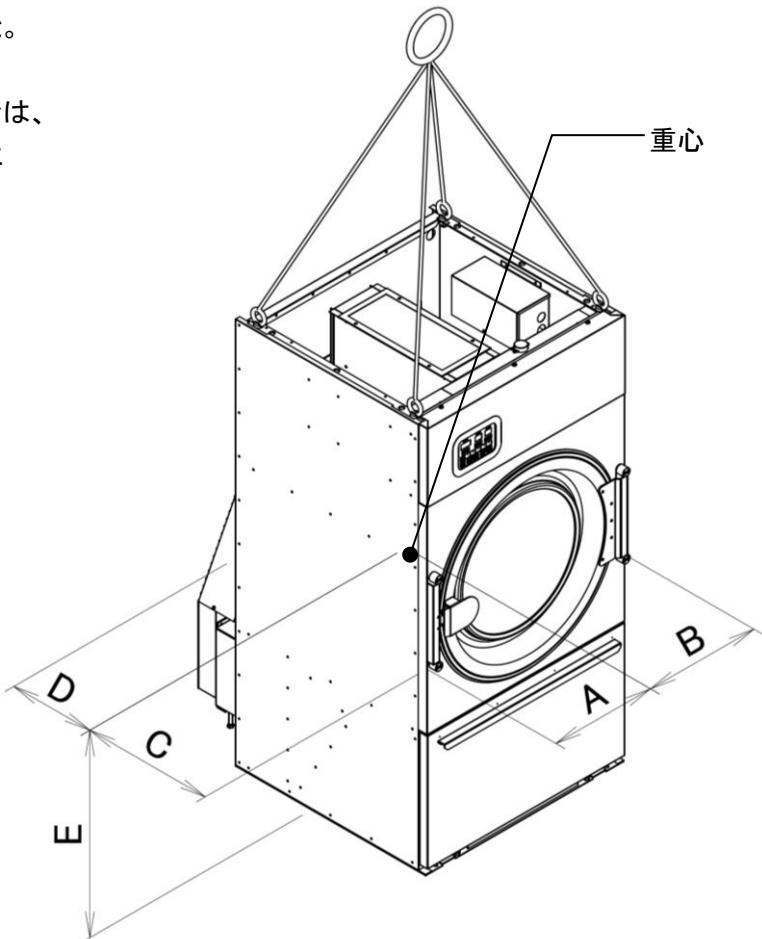

図 3-1
- クレーン等で機械を吊り上げるときは、本体上部四隅(図 3-1)の 4ヶ所に必ずフックを掛けて吊り上げます。